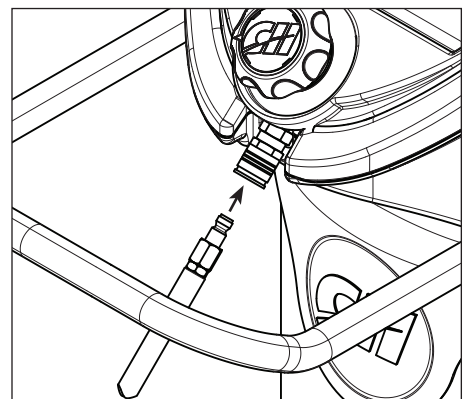

Figure 16 - Fixer le tuyau au coupleur
2. Connecter le tuyau séparé au coupleur sous le régulateur de pression en tirant sur le manchon du coupleur entièrement vers l'arrière, puis pousser le tuyau dans le coupleur et dégager le manchon (Voir la figure 16).